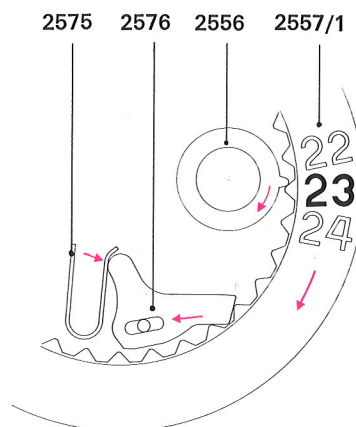

Fig. 1
-  3.1 Rotation dans le sens rétrograde (figure 1)
3.1 Rotation within the reverse direction (figure 1)